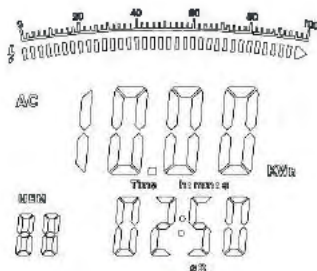

Рис. 21
4. Нажать **SEL**, чтобы выбрать одну из трех фаз, см. рис. 21.